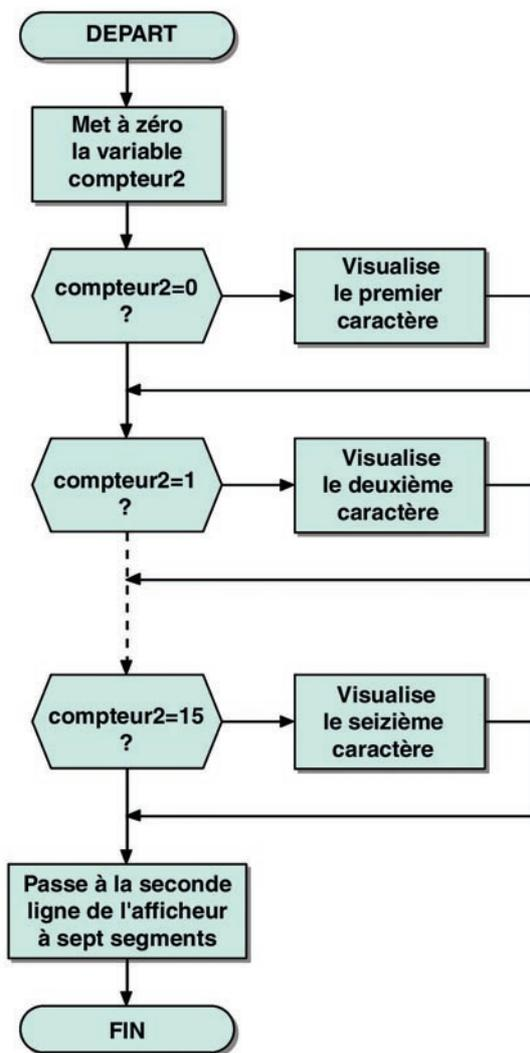

Figure 3 :
Enfin, il faut communiquer les adresses de la "CG RAM" et de la "DD RAM". Quand la série des commandes est finie, la broche "RS" prend le niveau logique haut (1) par l'intermédiaire de l'instruction "sbi". Maintenant on peut envoyer les caractères, cependant il faut d'abord transmettre l'adresse de mémoire pour la "DD RAM" de manière à sélectionner la première ligne. Pour ce faire, on met au niveau logique bas (0) la broche "RS" de l'afficheur LCD, on envoie sur le bus de données l'adresse de mémoire de la première ligne, on porte au niveau logique haut (1) "l'ENABLE" (E) de l'afficheur LCD que l'on remet aussitôt au niveau logique bas (0), on rappelle la routine de retard et enfin on remet au niveau logique haut (1) la broche "RS". Maintenant, il est possible d'envoyer un à un tous les caractères de la première ligne. La logique d'envoi des caractères est le reflet de l'organigramme de la figure 3. Pratiquement, un compteur distinguant les numéros des caractères de la première ligne de l'afficheur LCD est mis à zéro. Quand le compteur est à zéro, nous écrivons le premier caractère de